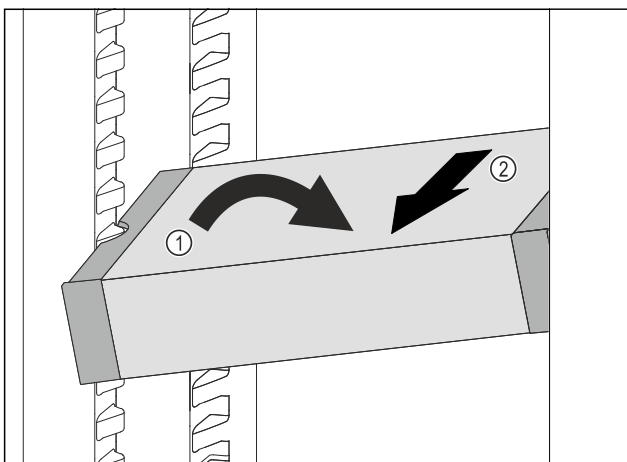

Fig. 119
- VarioSafe im Kühlteil schräg stellen. Fig. 119 (1)
- VarioSafe nach vorne entnehmen. Fig. 119 (2)